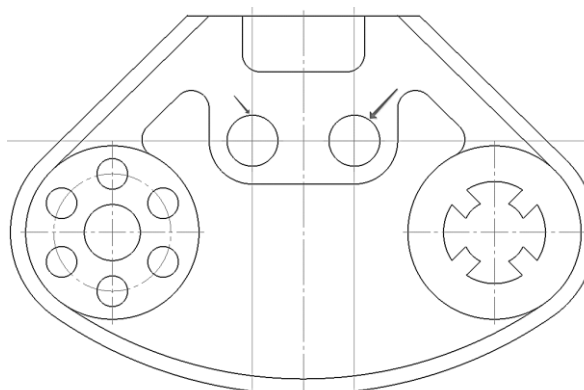

Рис. 75. Построение окружностей
2.15.2 Проводим окружности диаметром 20 мм (рис. 75).